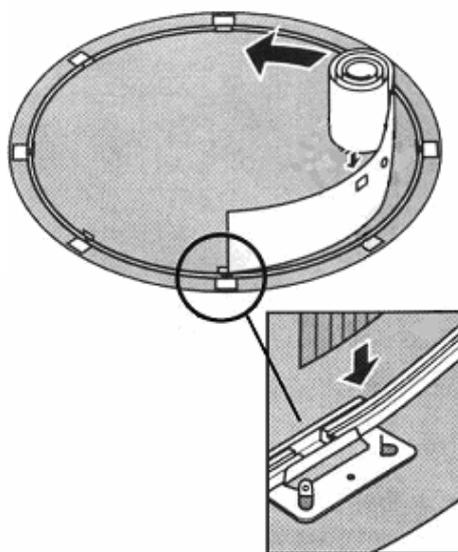

Fig. 12 - 13
- c) Commencez à dérouler la paroi en faisant entrer le bord inférieur dans les profilés inférieurs recourbés (Fig. 12 et Fig. 13). Le commencement de la paroi, où se trouvent les trous d'entrée et sortie du filtre, doivent être installés sur une plaque de base à l'endroit où sera installé le filtre.